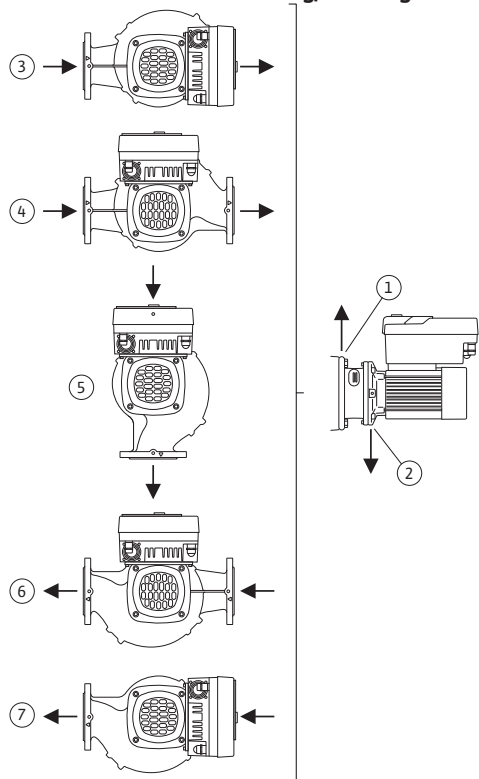

Fig. 17: Tillåtna monteringslägen med horisontell axel
- På horisontella motoraxlar måste kondensathålen peka nedåt (Fig. 17, pos. 2). Vid behov måste motorn vridas.